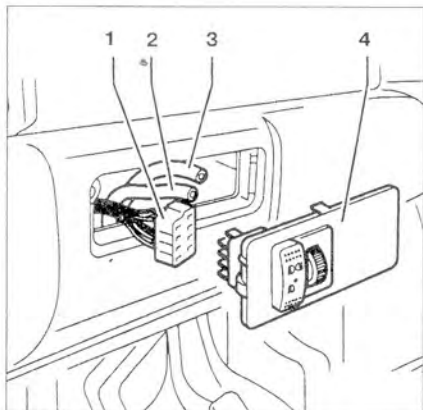

Рис. 9.17. Отсоедините выключатель противотуманных фар 4 и снимите его. Пометьте вакуумные трубки 2 и 3 и отсоедините их. Отсоедините разъем 1 от выключателя.
6. Отсоедините выключатель противотуманных фар 4 и снимите его (рис. 9.17). Пометьте вакуумные трубки 2 и 3 и отсоедините их. Отсоедините разъем 1 от выключателя.